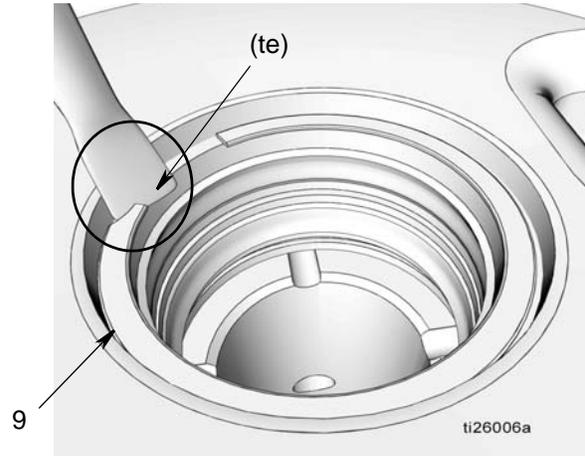

图 25
- a. 在固定环 (9) 的锥形缘 (te) 下转动小平螺丝刀的刃口，拆下环，如图 25 所示。
- b. 拆下锥形垫片 (10)、密封 (11) 和垫片 (12)。
- c. 在固定环 (9) 的锥形缘 (te) 下使用小平螺丝刀的刃口，拆下环，如图 25 所示，拆下固定环。